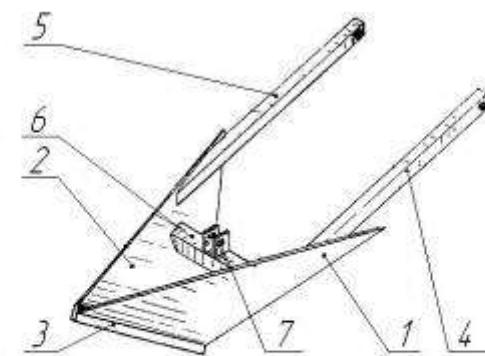

Рис.9. Сошник МНЧ 05.000, 1-баковина МНЧ 05.401, 3-клин МНЧ 05.402, 4-тяги МНЧ 05.010, 5-тяги МНЧ 05.010-01, 6-труба МНЧ 05.801, 7-ухо МНЧ 05.404.
4.4.Сошник МНС 05.000 (рис.9) представляет собой сварную конструкцию с тупым углом вхождения в почву.
4.9. Гидросистема МНС 09.000 (рис.9) предназначена для подъёма и опускания загрузочного бункера при заполнении сажалки картофелем.